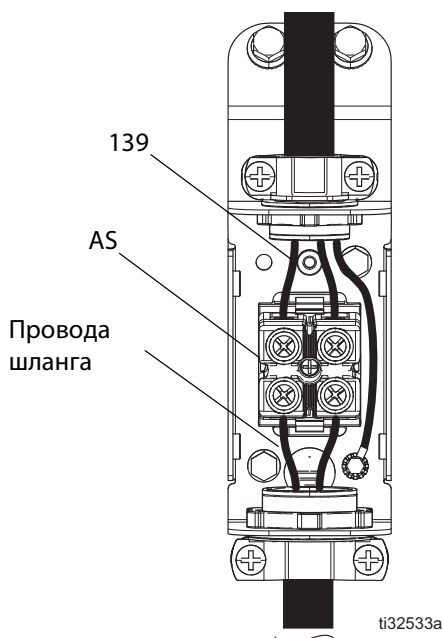

Рис. 70
2. Откройте дверцу электрического блока (173), для чего ослабьте болты (68) и поднимите дверцу вверх.
3. Выключите размыкатель цепи CB5 и отключите провода шланга в распределительной коробке шланга. См. раздел РИС. 70, стр. 71.
- b. Если цепь замкнута, подключите провода шланга в распределительной коробке на место. См. раздел РИС. 70, стр. 71. Включите размыкатель цепи CB5. Закройте дверцу электрического блока (173) и затяните болты (68).